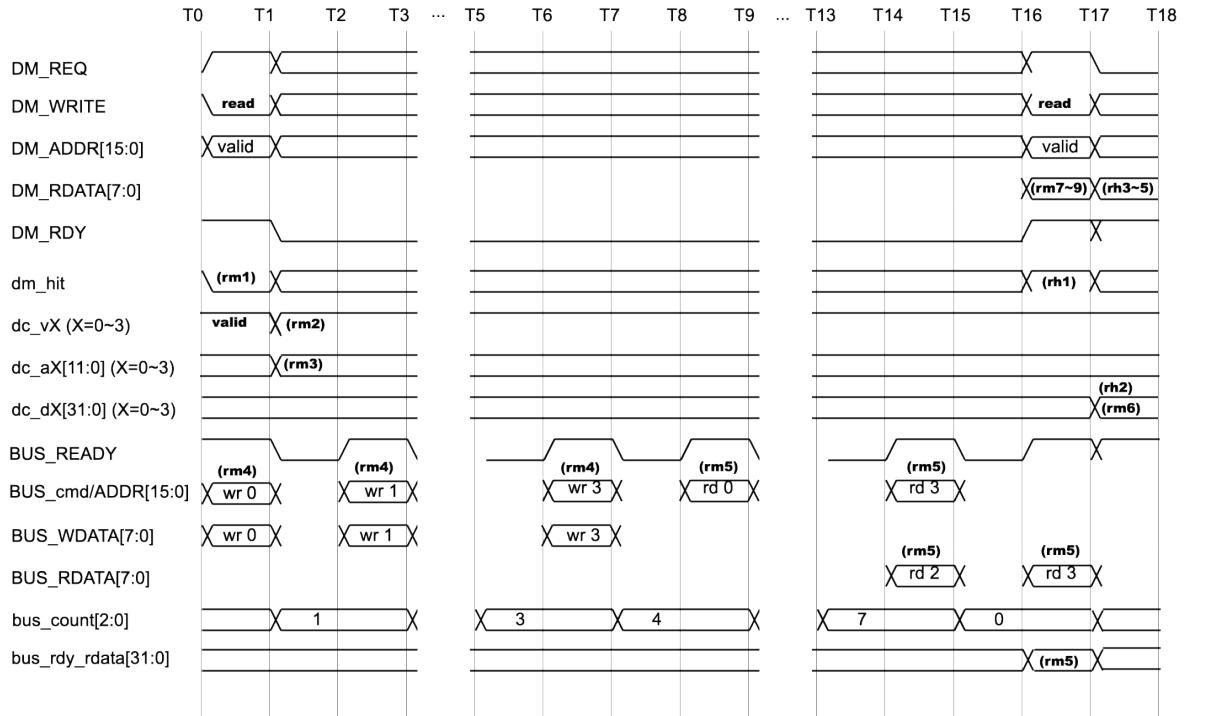

図 1.25: bfCPU のデータ・キャッシュの動作タイミング (リード・アクセスでライト・バックがある場合)
- リード・アクセスでミス時のライト・バックがある場合: 図 1.25